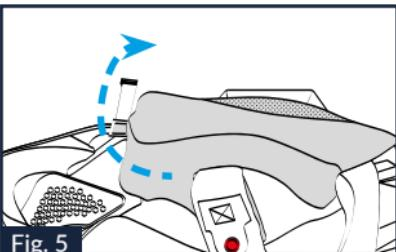

Fig. 5
5.3. Saisir la partie avant du coussin de la mousse de joue de gauche et le faire tourner vers le haut pour décrocher le crochet avant et le crochet supérieur situés à l'arrière (Fig. 5).
12.4. Appuyer le coussin de la mousse de joue de gauche contre la mousse de joue en polystyrène et le faire simultanément tourner vers l'intérieur pour accrocher le crochet avant et le crochet supérieur situés à l'arrière. (Fig. 5).